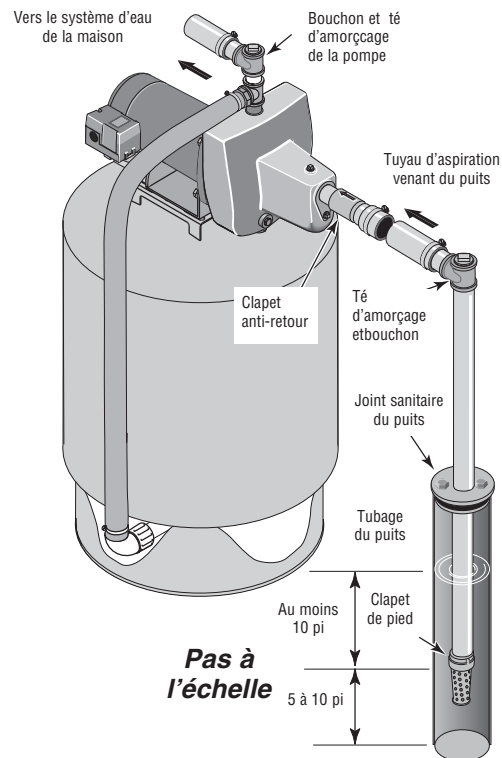

Figure 2 : Installation dans un puits à tubage
## INSTALLATION SUR UN PUIS À TUBAGE DE 2 POUCHES DE DIAMÈTRE OU PLUS GRAND (voir la Figure 2)
2. Brancher le clapet de pied, la crépine et le tuyau du puits (voir la Figure 2). S'assurer que le clapet de pied fonctionne librement.
- Poser le té d'amorçage, le bouchon d'amorçage et le tuyau d'aspiration sur la pompe (voir la Figure 2). Brancher le tuyau provenant du puits sur l'orifice d'aspiration de la pompe en utilisant le moins possible de raccords - en particulier des coudes - étant donné que les raccords augmentent le frottement de l'eau dans les tuyaux (il faut toutefois ajouter un clapet de pied – voir la Figure 2). Le diamètre du tuyau d'aspiration doit être au moins aussi grand que le diamètre de l'orifice d'aspiration de la pompe. Utiliser du ruban d'étanchéité en PTFE pour filetage sur les raccords filetés. Supporter le tuyau de façon qu'il ne soit pas cintré afin qu'il n'exerce pas de contraintes sur le corps de la pompe; de plus, il doit être légèrement incliné vers le haut, du puits jusqu'à la pompe (les points hauts risquent de causer des poches et des bouchons d'air dans la pompe). Rendre étanches les raccords du tuyau d'aspiration avec du ruban d'étanchéité en PTFE pour filetage. Les raccords doivent être étanches à l'air et à l'eau. *Si le tuyau d'aspiration aspire de l'air, la pompe ne pompera pas l'eau du puits.*